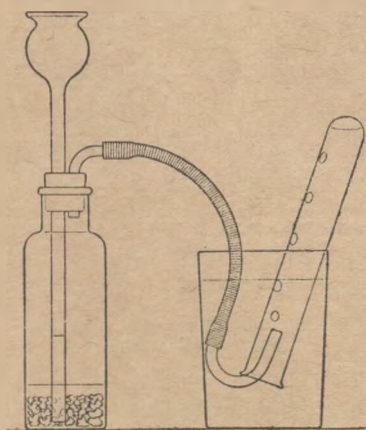

Рис. 51. Прибор для получения водорода.
**Задача 3.** В приборчик, как на рис. 51 или подобный, положите цинка сколько показано на рисунке. Трубка воронки должна доходить почти до дна (почему — вам будет ясно из дальнейшего). Чтобы цинк не мешал опустить трубку воронки до дна, вставляя пробку, держите склянку горизонтально.